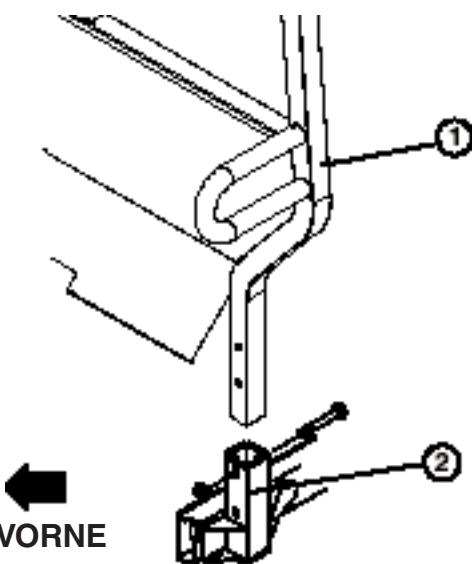

Bild 6
## Montieren des Überrollbügels (Bild 6)
1. Setzen Sie jede Seite des Bügels in die Befestigungshalterungen auf jeder Seite des Fahrzeugrahmens ein. Positionieren Sie den Überrollbügel wie in Bild 6 dargestellt.